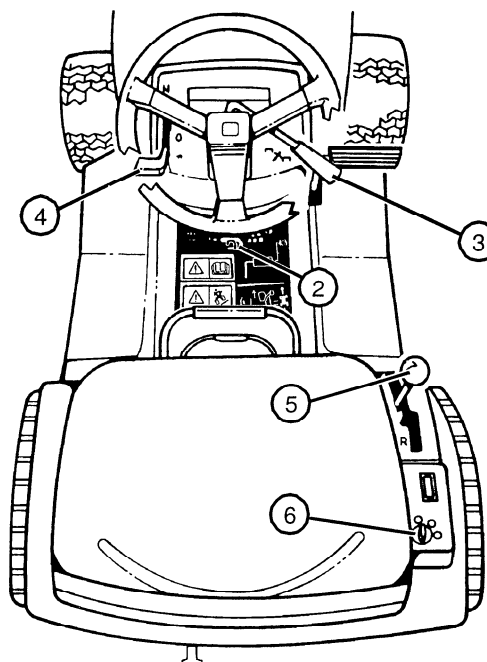

FIGURE 17
- Placer le levier de changement de vitesse (5) en position (N) de point mort (voir Fig. 17).
- Placer le levier d'entraînement PDF (3) à l'arrière en position d'arrêt.
- Bloquer le frein de stationnement (2).
- Déplacer la manette des gaz (4) vers l'arrière en position de débit réduit. Laisser tourner le moteur en débit réduit pendant quelques secondes.
- Tourner la clé de contact (6) sur la position d'arrêt.
- Reculer le levier d'entraînement PDF (3) sur sa position d'arrêt.
- Reculer la manette des gaz (4) jusqu'à sa position de bas débit. Laisser le moteur tourner à ce régime pendant quelques secondes.
- Tourner la clé de contact (6) sur arrêt.